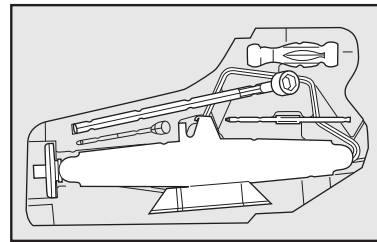

fig. 16
14) Colocar o macaco no suporte das ferramentas **fig. 16**, encaixando de modo a evitar vibrações, ou que se solte durante a marcha;